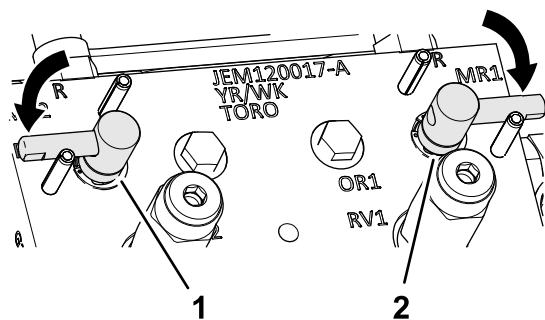

図 148
- バックラップレバーをF刈り込み位置にセットする 図 148。